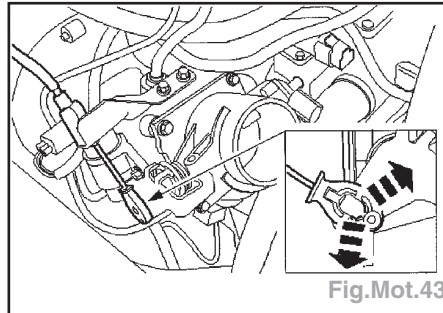

Fig.Mot.43
- Détacher le câble d'accélérateur du boîtier papillon (Fig.Mot.43).